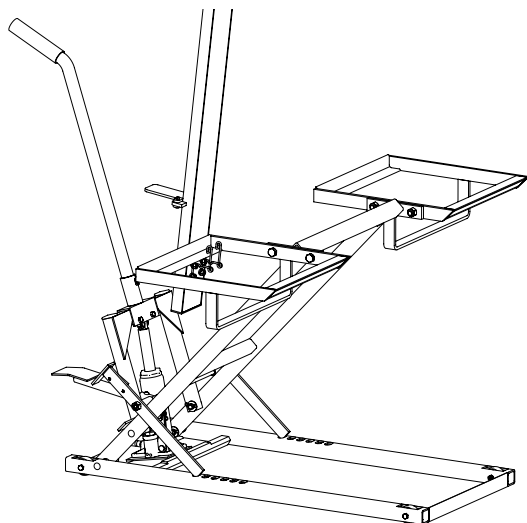
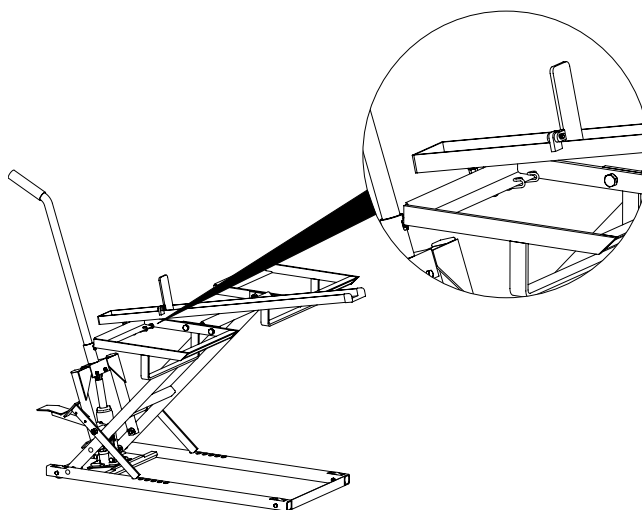

Figure 4 : Début de la rotation
Figure 5 : Ressorts de fixation s'enclenchant à la fin de la rotation
4. Assurez-vous que les ressorts reposent sur le support de roue et faites tourner le rail vers le devant du lève-tondeuse (voir figure 4). Au moment de faire tourner les rails de roue, le ressort de fixation devrait s'enclencher sur la partie arrière du support de roue (voir figure 5).